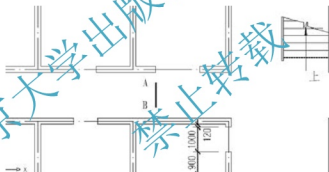

图 3.65 绘制门扇
(2) 绘制门扇：单击【绘图】工具栏上的【多段线】图标  (快捷键 PL)，启动【多段线】命令。
- ① 在指定起点：提示下，在屏幕上任意单击一点作为多段线的起点。
- ② 在当前线宽为 0.0000，指定下一个点或 [圆弧(A)/半宽(H)/长度(L)/放弃(U)/宽度(W)]：提示下，输入“W”后按 Enter 键。
- ③ 在指定起点宽度 <0.0000>：提示下，输入“50”。
- ④ 在指定端点宽度 <0.0000>：提示下，输入“50”，这样就将线宽改为 50mm。打开【正交】功能 (快捷键 F8)。
- ⑤ 在指定下一点或 [圆弧(A)/闭合(C)/半宽(H)/长度(L)/放弃(U)/宽度(W)]：提示下，将光标垂直向上拖动，输入“1000”后按 Enter 键结束命令，结果如图 3.65 所示。